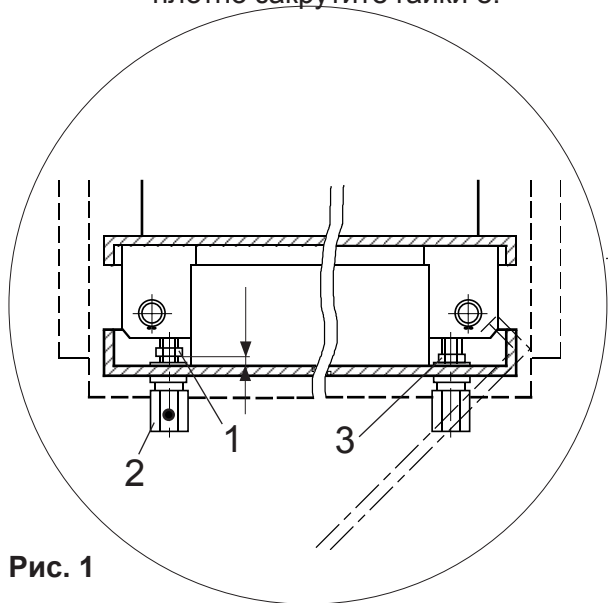

Рис. 1
1. Затяните контргайки снизу и сверху (1 рис. 1) по направлению к поворотному фланцу (вручную).
2. Установите гайки фланца (2 рис. 1) в отверстия по диагонали на другой стороне, а именно